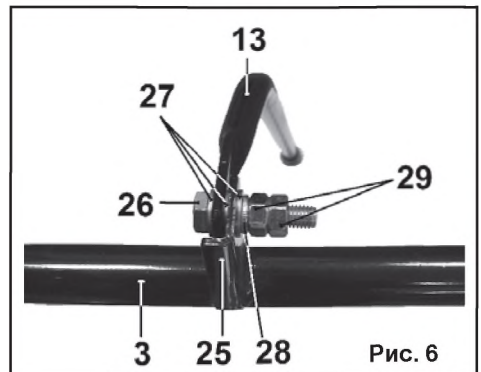

Рис. 6
6. Зафиксируйте положение болтом (26) с шайбами (27) и пружинной шайбой (28).
7.2.2. Ножку (13) установите так, чтобы обеспечивалось перемещение ее вокруг оси болта (26) с необходимым усилием.
Положение зафиксируйте двумя гайками (29) (Рис. 6).